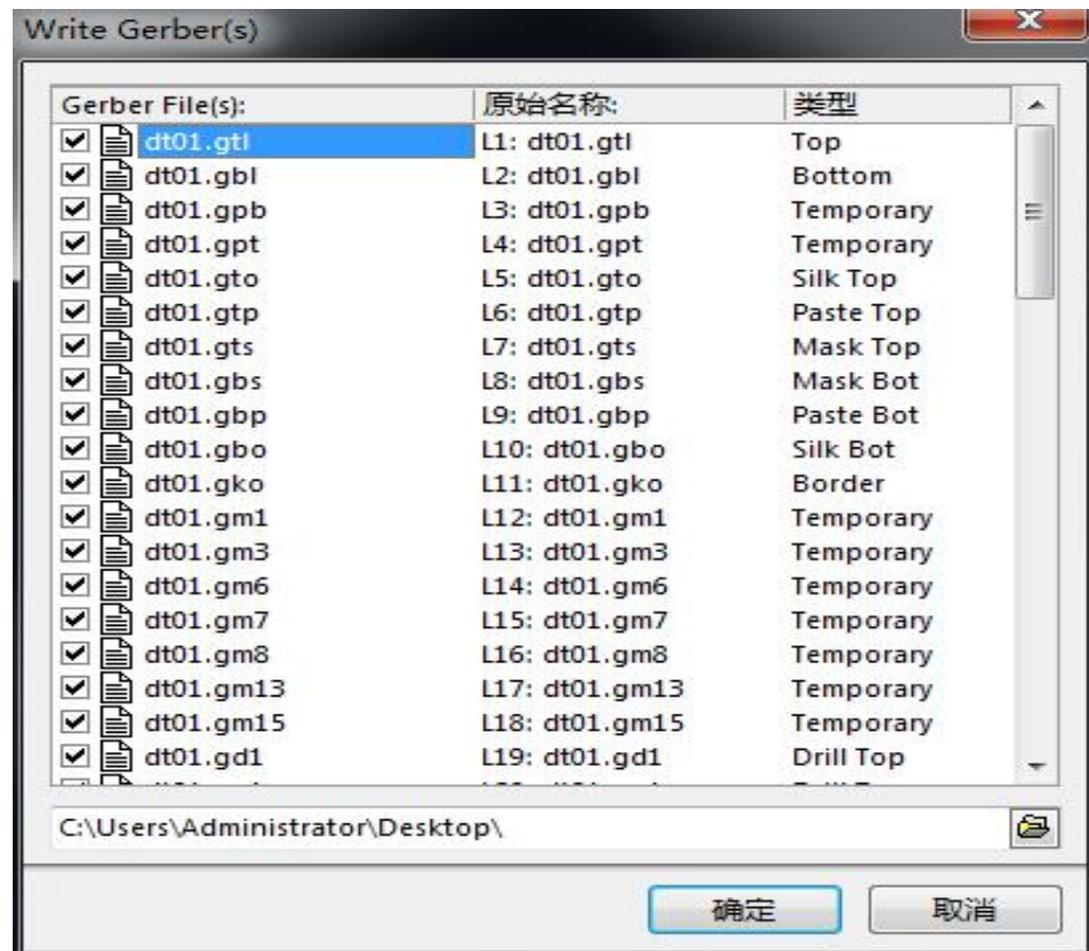

图5-61
- (4) 单击“确定”OK按钮。
- (5) 出现如图5-61所示的 Write Gerber(写 Gerber)对话框界面。在该界面下方，给出生成Gerber文件所保存的路径。
- (6)单击“确定”OK按钮即导出Gerber文件。
- (7)至此找到Gerber文件所保存的路径，发给PCB生产厂家，就可以制造PCB板了。